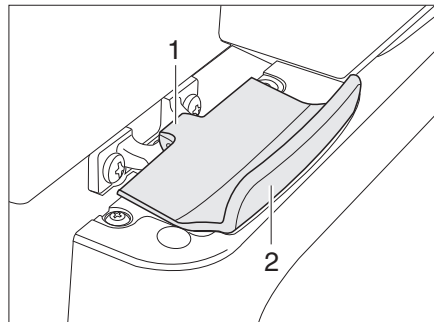

Bild 344 Verriegelung der Kälteboxtür, geschlossen (Thetford)
*Öffnen:* ■ Kälteboxtür am Griff (Bild 344,2) öffnen. Die Verriegelung (Bild 344,1) wird automatisch gelöst.